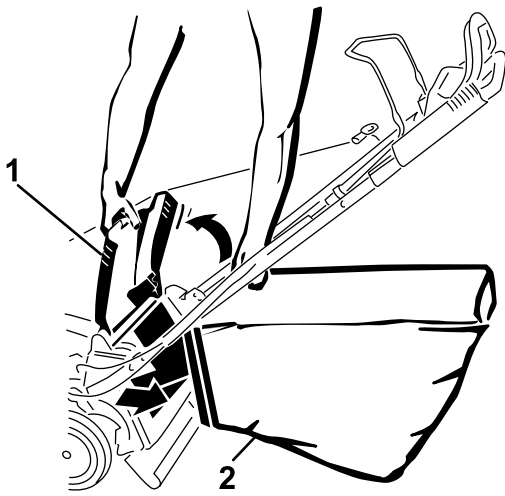

Figura 24
4. Cuelgue el borde superior delantero de la bolsa de los pasadores de la bolsa de recogida en las muescas de los soportes del manillar (Figura 24).